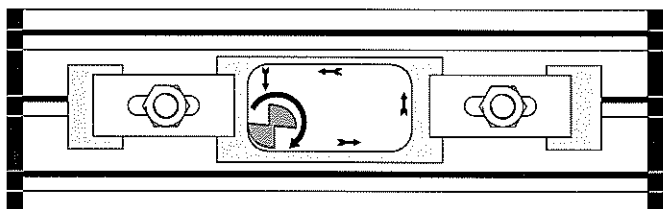

Fig. 5
5. Mit angepasstem Vorschub arbeiten. Der Vorschub muss immer gegen die Schneidrichtung des Fräasers erfolgen (Fig.5)